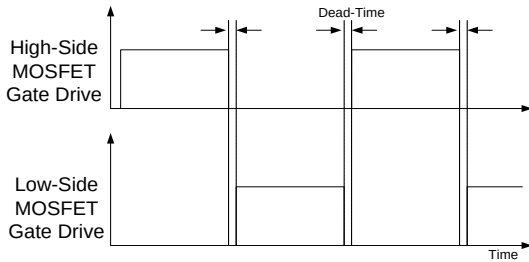

图 18. MOSFET 栅极驱动信号
1. 基本操作: FSFR-HS 系列设计为驱动高侧和低侧 MOSFET，分别占 50% 占空比。在连续转换期间引入了固定死区时间 350 ns，如图 18 所示。